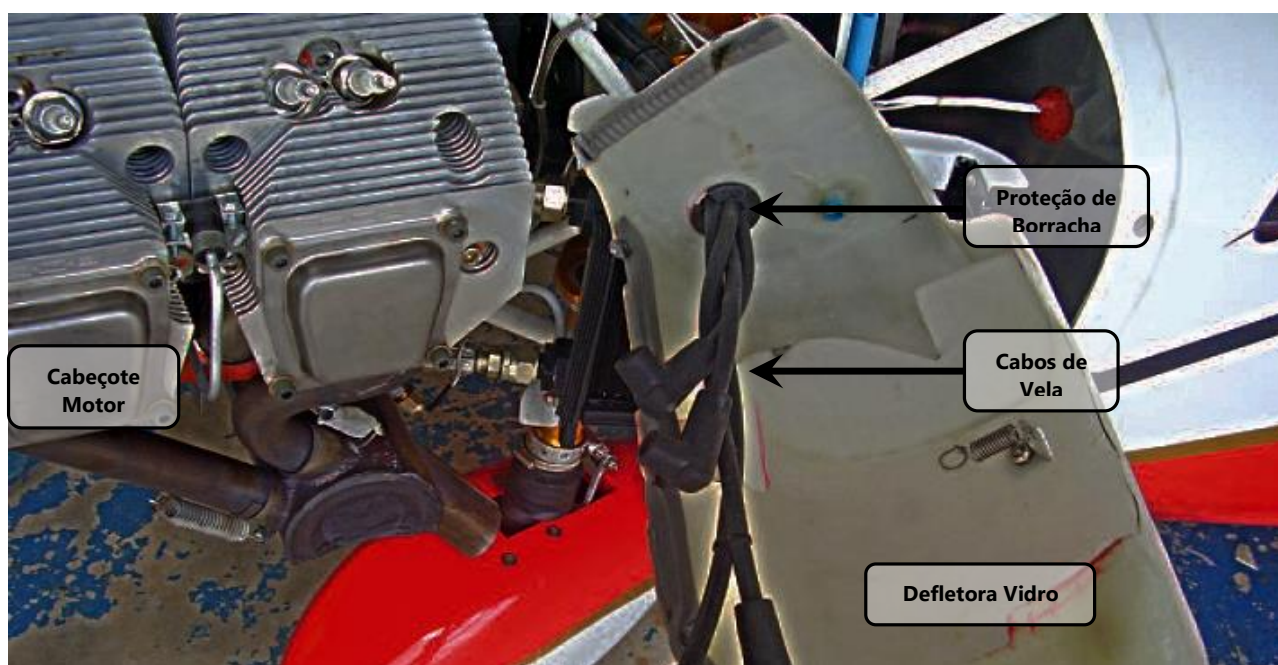

Figura 71.60.5 – Remoção dos cabos da defletora.
6. Remover a borracha de proteção dos cabos de vela, mostrado na figura 71.60.5.